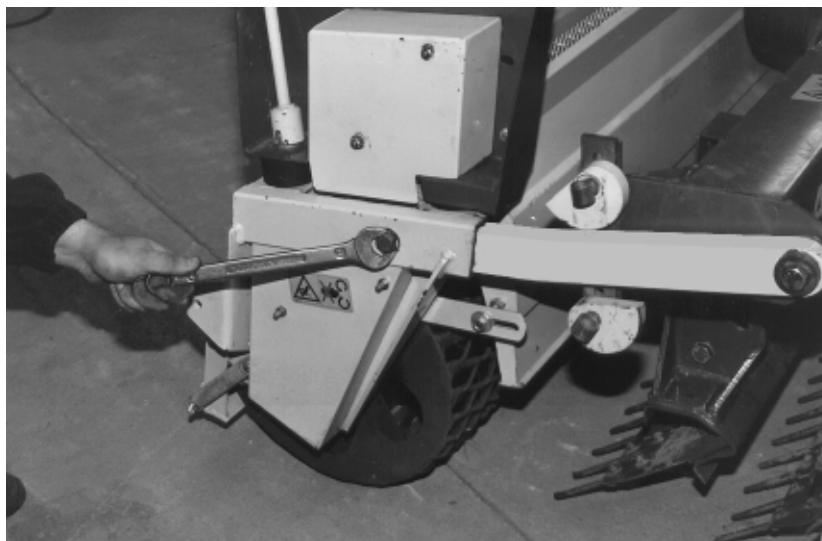

Bild. 8
- Ta bort låsskruvarna (bild 8).